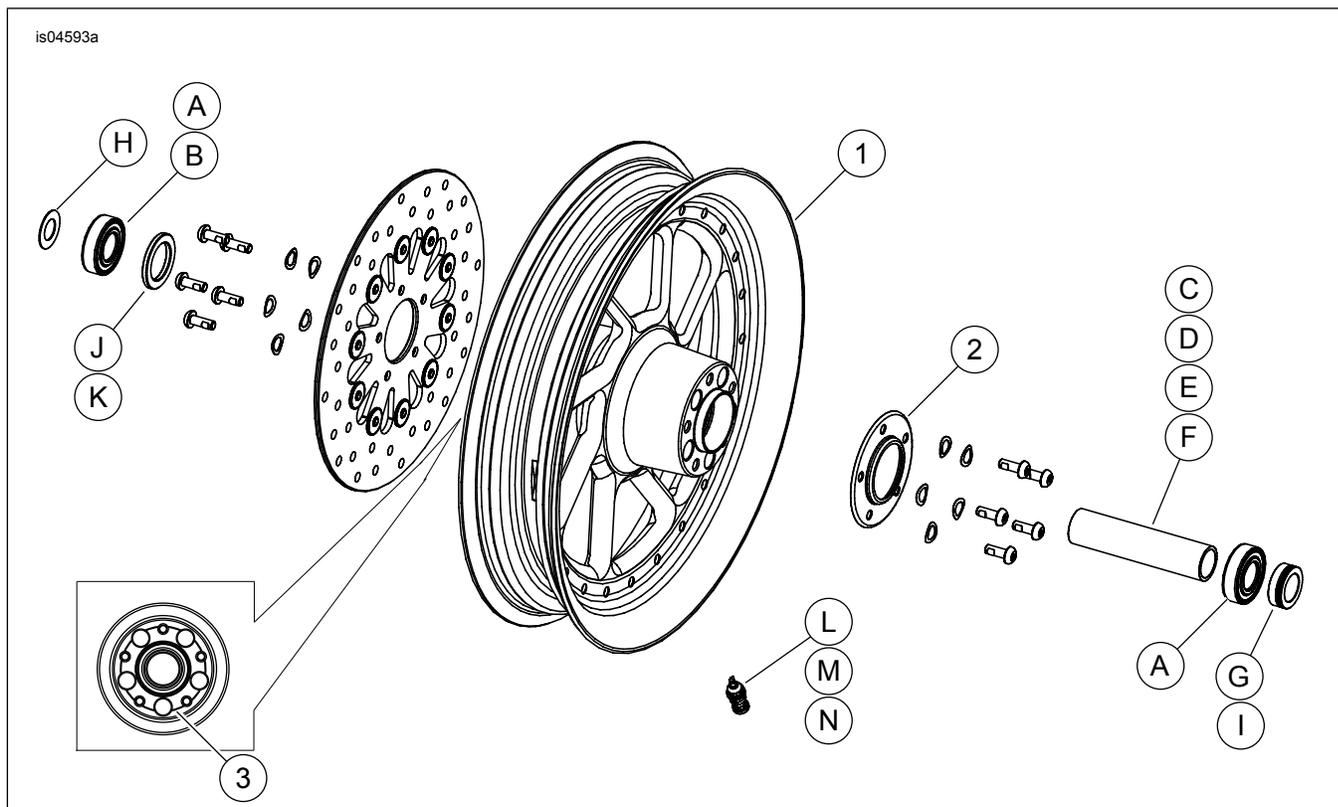

Figura 2. Peças de reposição: Roda dianteira Road Winder (roda de 16 pol. mostrada)
2. Veja Figura 2. Instale o conjunto da haste da válvula (L, M ou N) na roda. Consulte PNEUS no Manual de serviço.